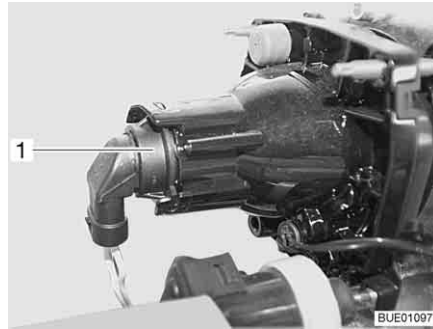

Fig. 254 Luz de cruce/luz larga/luz de estacionamiento
- Meter la mano detrás del portalámparas (Fig. 254,1).